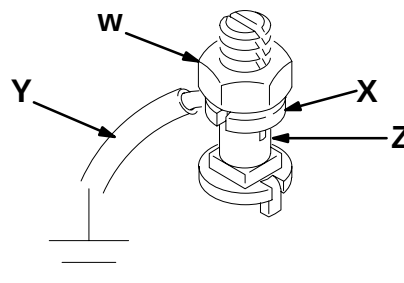

Fig. 2
1. **Bomba:** conecte un cable y una abrazadera de conexión a tierra a una tierra verdadera, tal como se muestra en la Fig. 2.
- a. Afloje la tuerca de apriete (W) y la arandela (X).
- b. Introduzca un extremo de un cable de conexión a tierra (Y) de un mínimo de 1,5 mm² en la ranura del terminal (Z) y apriete firmemente la tuerca de bloqueo.